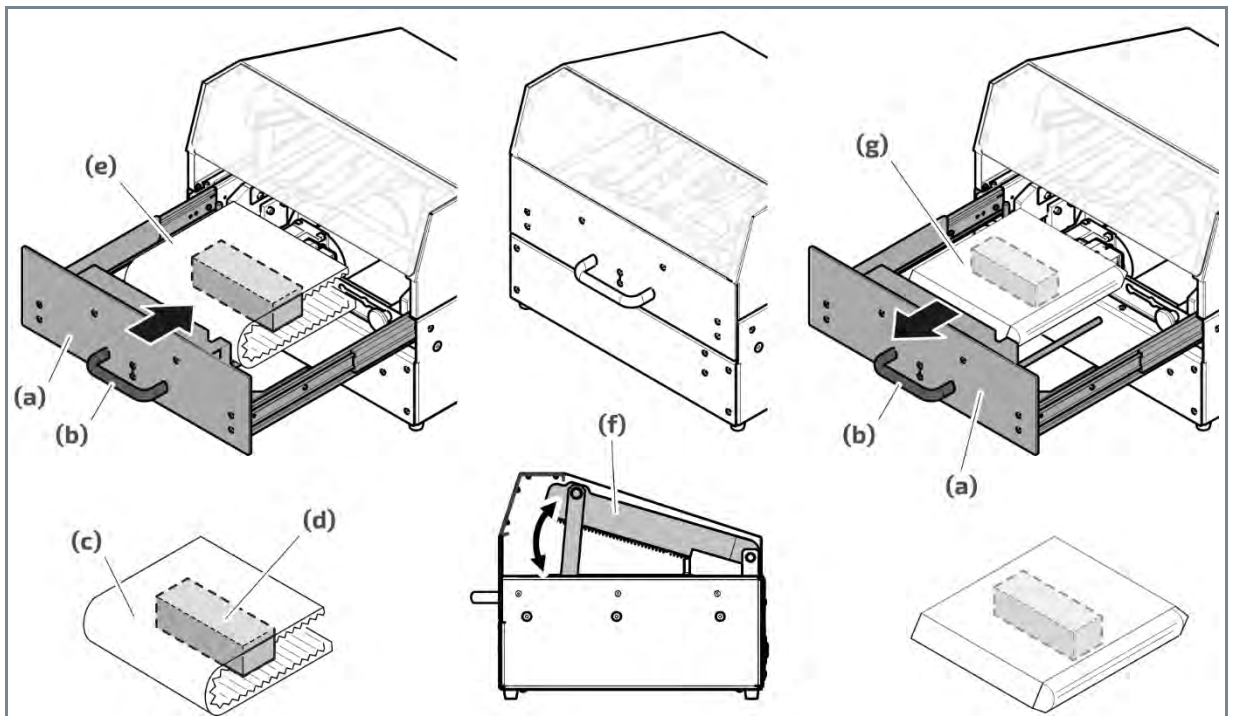

Abb. 6 Produkt einlegen und verpacken
1. Ziehen Sie das Schubfach **Abb. 6 (a)** am Griff **Abb. 6 (b)** komplett aus dem Gehäuse.
3. Platzieren Sie das Produkt mittig **Abb. 6 (d)** auf den entsprechenden Zuschnitt.
4. Legen Sie das Packstück **Abb. 6 (e)** in das Schubfach.
- ↳ Durch Schließen der Schublade wird der Verpackungsvorgang gestartet und der Zuschnitt wird durch Zusammenpressen der Klemmbalken **Abb. 6 (f)** verschlossen.
6. Wenn der Vorgang abgeschlossen ist, können Sie das Schubfach **Abb. 6 (a)** am Griff **Abb. 6 (b)** komplett aus dem Gehäuse ziehen.
- ↳ Das fertige Packstück **Abb. 6 (g)** kann entnommen werden.